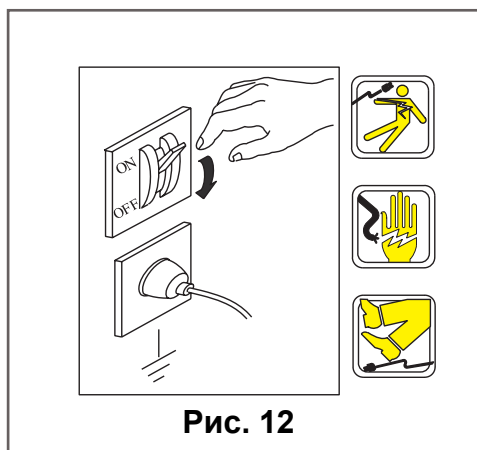

Рис. 12
- Удостоверьтесь, что главный рубильник (Рис. 12) переведен в положение «ВКЛ.» («ON») или «1».